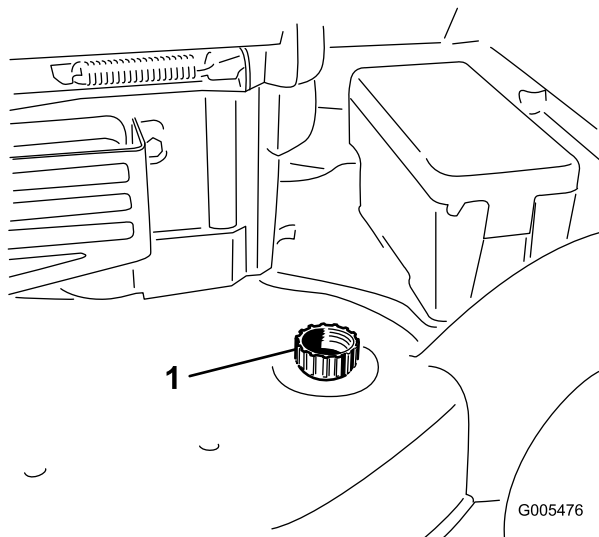

Figura 44
3. Introduzca una manguera de jardín conectada a un grifo en el orificio de lavado de la carcasa del cortacésped (Figura 44).